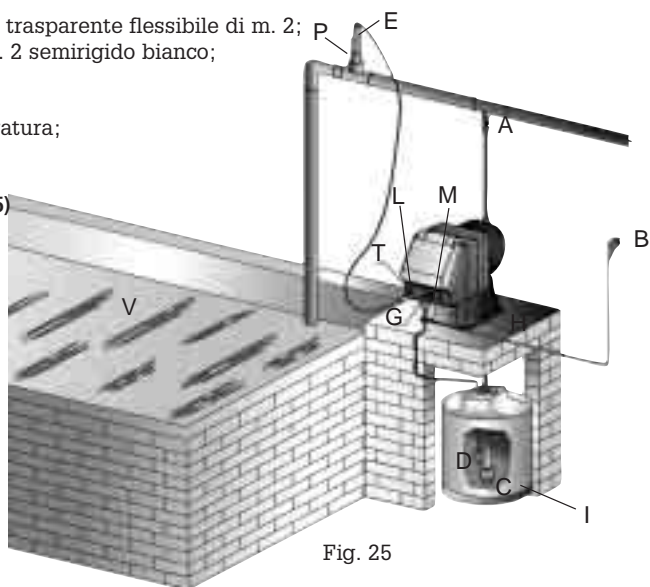

Fig. 25
10.2 - SCHEMA DI IMPIANTO TIPICO (Fig. 25)
10.5 - MESSA IN ESERCIZIO (Fig. 25 - 26)
- C. Collegare l'elettrodo alla pompa dosatrice mediante il connettore BNC maschio (T) ruotandolo di 90°.
- D. Posizionare il "SELETTORE FUNZIONI" (13) su pH set ed impostare, mediante il giravite fornito a corredo agendo sul trimmer "pH set" (12), il valore di pH desiderato.
- E. Posizionare il selettore funzioni "13" su pH met. Scegliere tramite l'apposito tasto "ACID/ALK" (5) il tipo di intervento necessario (acido o alcalino). Es. Se si imposta il punto di intervento a pH 9 e si desidera un'acidificazione, posizionare il deviatore in ACID, la pompa inizierà il dosaggio tutte le volte che il pH sarà superiore a 9. Desiderando alcalinizzare, posizionare il deviatore su ALK, la pompa inizierà il dosaggio tutte le volte che il pH sarà inferiore a 9.
- F. Poiché la temperatura del liquido misurato influisce sul valore di pH, posizionando il "trimmer di compensazione della temperatura" (11) sul valore di temperatura esistente nell'impianto è possibile correggere la misura rilevata dalla sonda.
- G. Regolare attraverso la manopola (4) il numero di iniezioni al minuto, riducendo o aumentando la portata della pompa dosatrice secondo le esigenze. A questo scopo è opportuno considerare che bisogna dare tempo all'additivo di miscelarsi, altrimenti il valore che si leggerà sarà diverso da quello effettivo. Tutte le nostre pompe sono collaudate alla massima pressione di esercizio, quindi se l'impianto presenta una pressione inferiore, la portata massima della pompa sarà superiore a quella che ha in specifica.